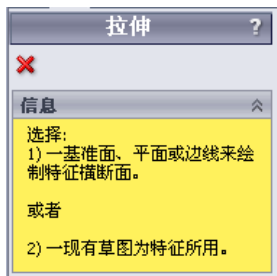

图 7.5.5 “拉伸”对话框
Step2. 选择命令。选择下拉菜单 **插入(I)** → **切除(C)** → **拉伸(E)...** 命令, 系统弹出图 7.5.5 所示的“拉伸”对话框。